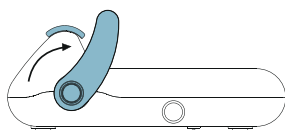

Fig. 4
- 5 Levante la palanca (Fig. 4) y retire el embalaje.